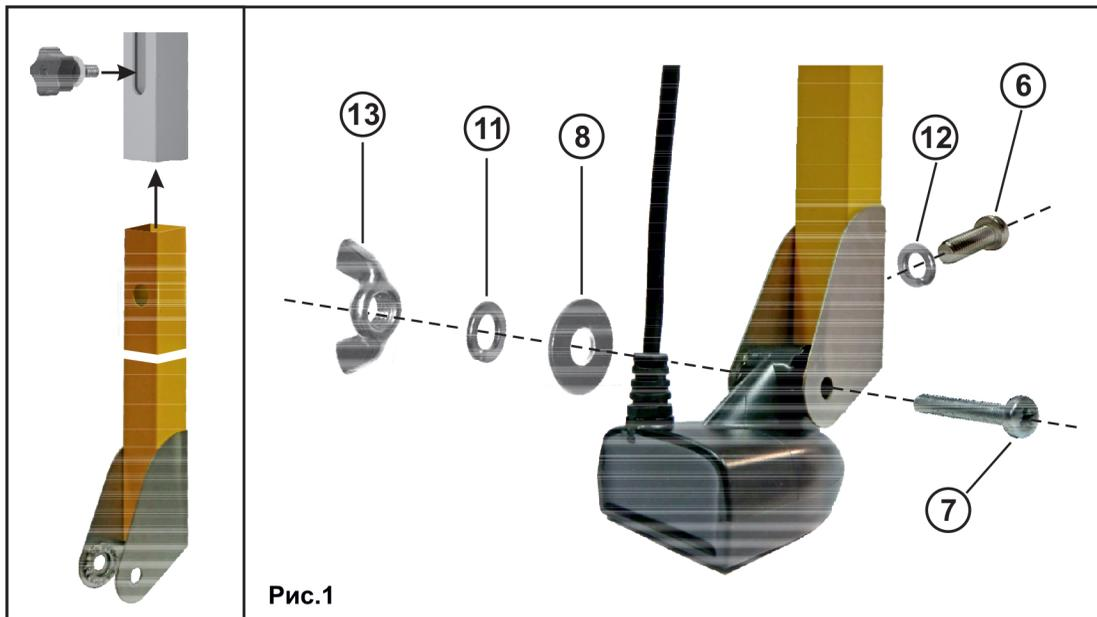

Рис.1
1. Датчик эхолота крепится с помощью **насадки из нержавеющей стали (4)** (рис.1)
Установка датчика с помощью насадки из нержавеющей стали (4) (рисунок 1)